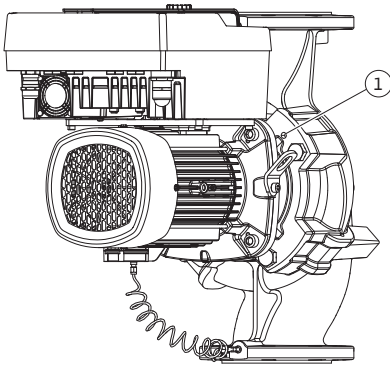
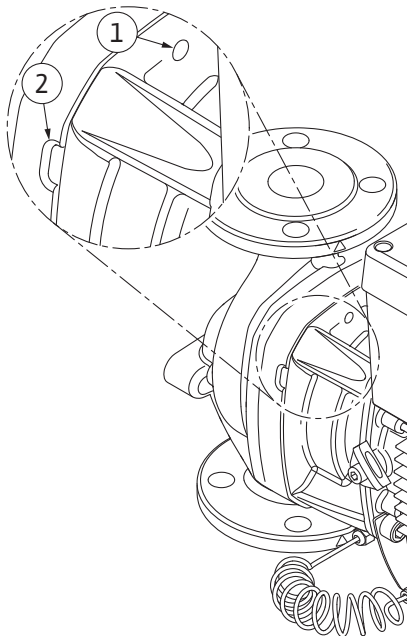

Fig. 104: Διαχωρισμός πτερωτής κινητήρα μέσω διατρήσεων σπειρώματος
Fig. 105: Διατρήσεις σπειρώματος και εγκοπές για την απόσπαση της πτερωτής κινητήρα από το κέλυφος της αντλίας
12. Για τον τύπο αντλίας (Fig. III, IV) ξεβιδώστε τις βίδες θέση 29. Αξιοποιήστε τις δύο διατρήσεις σπειρώματος που βρίσκονται δίπλα (Fig. 104, θέση 1) και χρησιμοποιήστε κατάλληλες βίδες από τον εγκαταστάτη (π.χ. M10 x 25 mm). Αποσπάστε την πτερωτή κινητήρα από το κέλυφος αντλίας. Αξιοποιήστε για τον τύπο αντλίας (Fig. I και Fig. II) τις δύο διατρήσεις σπειρώματος M10 (βλέπε Fig. 105) και χρησιμοποιήστε κατάλληλες βίδες που παρέχονται από τον εγκαταστάτη (π.χ. M10 x 20 mm). Για την απόσπαση μπορείτε να χρησιμοποιήσετε επίσης τις εγκοπές (Fig. 105, θέση 2). Για τον σκοπό αυτό πρέπει να εφαρμόσετε δύο κατσαβίδια, τα οποία θα χρησιμοποιήσετε ως μοχλούς. Μετά από διαδρομή απόσπασης περίπου 15 mm, η πτερωτή κινητήρα δεν οδηγείται πλέον εντός του κελύφους της αντλίας.